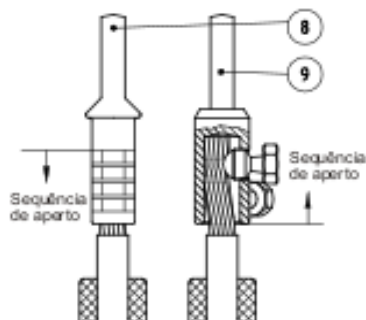

FIGURA 3
3 - COLOQUE A CAPA PLÁSTICA (13) PROTETORA E PASSE A PASTA DE MONTAGEM (12) CONFORME INDICADO NA FIGURA 2. MONTE O CONE DE ALÍVIO (11) COM FIRMEZA ATÉ O ENCOSTO, OU SEJA, ATÉ QUE A PARTE CONDUTORA DO CONE DE ALÍVIO ENCOSTE NA MALHA DE ATERRAMENTO. RETIRAR A CAPA PROTETORA (13). MONTE O TERMINAL DE COMPRESSÃO (8) CONFORME INDICADO NA FIGURA 3.